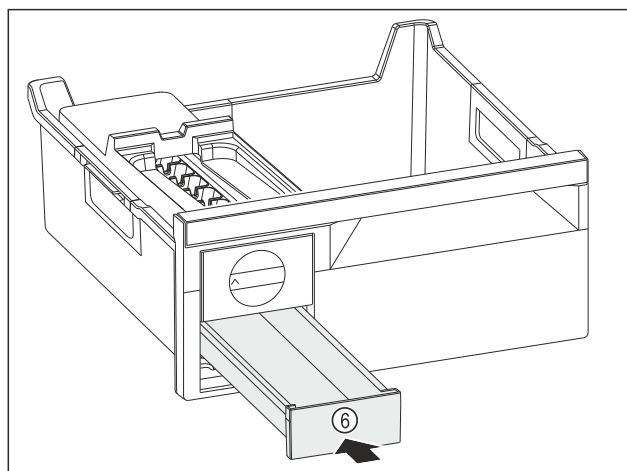

Fig. 82
- Eiskubenschubfach Fig. 82 (6) einschieben.